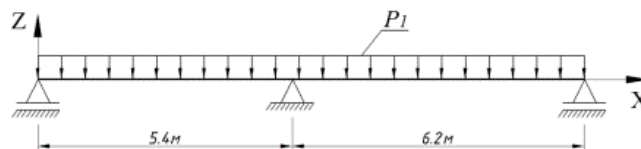

Рисунок 12 - Схема загрузки 2
- Загружение 2 - равномерно распределенная $P_1 = 0,3$ т/м (рисунок 12).